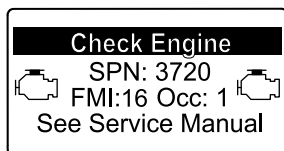

Figura 65
- Aviso do motor SPN 3720, FMI 16 (Figura 65)